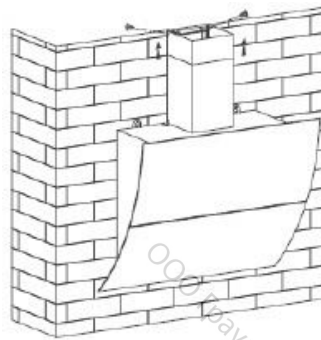

Рисунок 6
8. Отрегулируйте высоту внутреннего короба относительно кронштейна для внутреннего короба и зафиксируйте винтами (см. рис. 6).